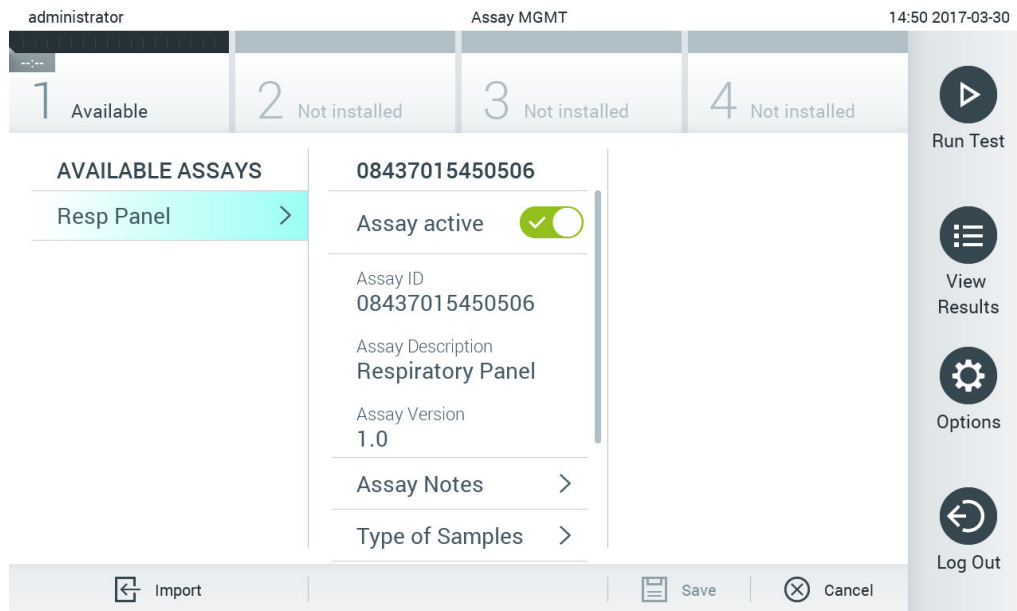

Figura 59. Gerenciando ensaios disponíveis.
1. Pressione o botão Options (Opções) e o botão Assay Management (Gerenciamento de ensaios) para acessar a tela Assay Management (Gerenciamento de ensaios). Os ensaios disponíveis são listados na primeira coluna da área de conteúdo (Figura 59).